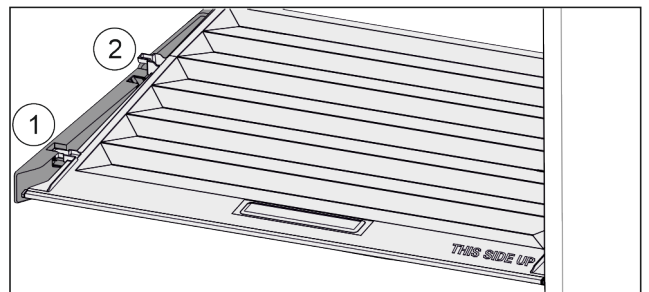

Fig. 131
- ▶ Издърпайте напред Fig. 131 (1) капака до отвора в задържащите части.
- ▶ Повдигнете го отзад отдолу и отстранете Fig. 131 (2) нагоре.